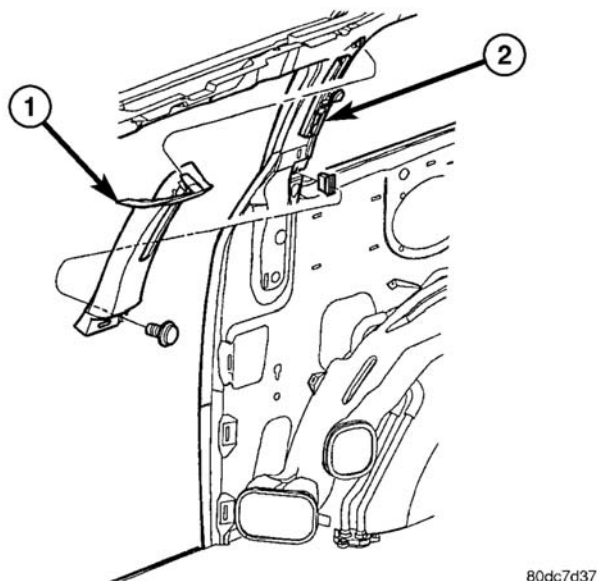

图 6 C 柱
（3）拆卸将 C 柱装饰板固定到 C 柱的螺钉（图 6）。
- （1）将上 C 柱装饰板装到车辆上（图 6）。